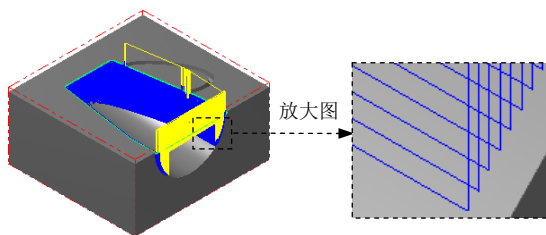

图 21.39 刀具路径
(1) 在“曲面精加工等高外形”对话框中单击 **等高外形精加工参数** 选项卡，在 **Z 轴最大进给量** 文本框中输入值 0.2。
(2) 在“两区段间的路径过渡方式”区域选中 ☒ 高速回圈 单选项, 在“斜插长度”文本框中输入值 5.0; 选中 ☒ 切削顺序最佳化 复选框。
(3) 单击“切削深度(D)...”按钮, 在系统弹出的“切削深度设置”对话框中选中 ☒ 绝对坐标 单选项, 然后在“绝对的深度”区域的“最高位置”文本框中输入值 0, 在“最低位置”文本框中输入值 -31。单击 ☒ 按钮, 系统返回至“曲面精加工等高外形”对话框。
Step15. 单击“曲面精加工等高外形”对话框中的 ☒ 按钮, 完成加工参数的设置, 此时系统将自动生成图 21.39 所示的刀具路径。